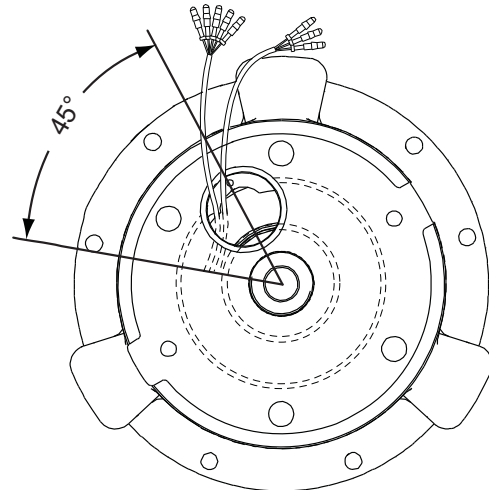

Рис. 18 Положение статора относительно корпуса статора
5. Корпус статора должен быть установлен так, чтобы отверстие под разъем находилось под углом 45° от точки выхода проводов из статора. См. рис. 18.